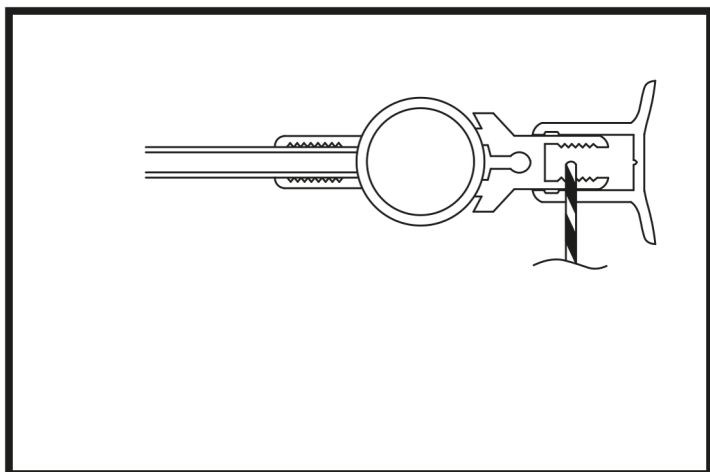

Abbildung 7
13. Beginnen Sie mit dem Bohren der oberen Öffnung durch das Profil der Scharnierleiste und das Scharnier. Bohren Sie die Löcher vorsichtig, damit der Bohrer nur eine Seite des Profils durchdringt und nicht das gesamte Produkt. (Abbildung 7)